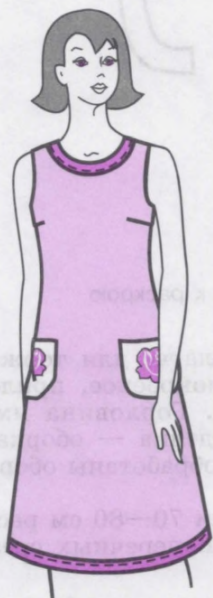

Рис. 46. Платье модели 2
**Модель 2** (рис. 46). Описание фасона. Платье для летнего отдыха из хлопчатобумажной ткани, цельнокроеное, полуприлегающего силуэта, расширенное книзу, с уменьшенной линией плеча.